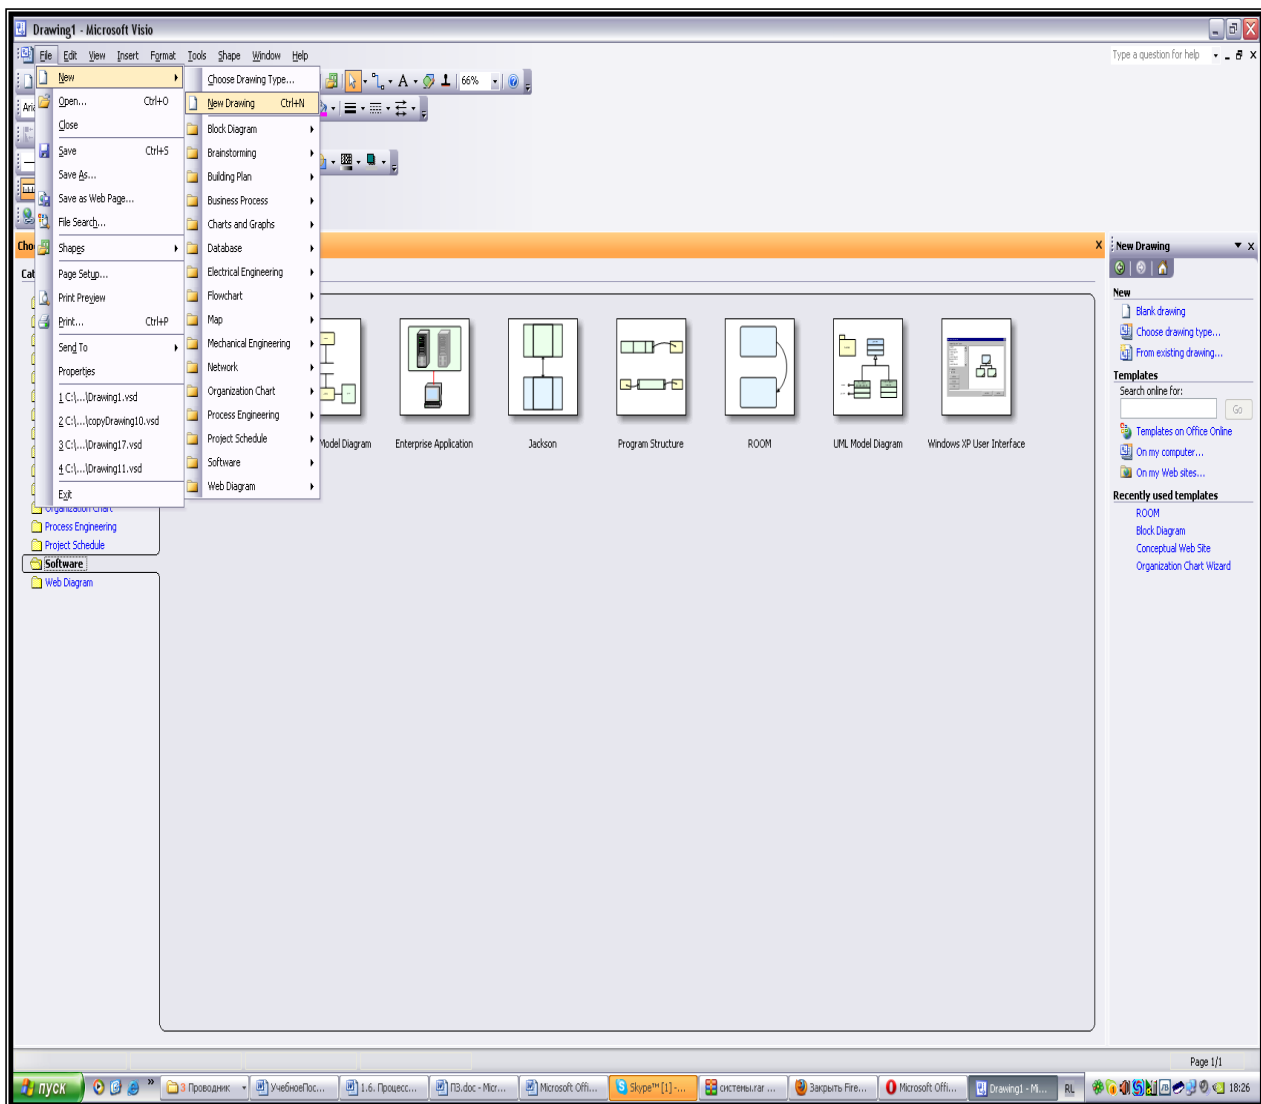

Рис. 51. Стартовый экран программы Visio
1. Запустите программу: Пуск - Программы - Microsoft Office - Microsoft Office Visio. Выбрать команду меню **File – New – New drawing** (рис. 51).